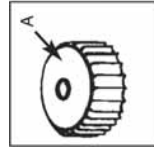

Fig. 12A
- Capacul rezervorului trebuie să fie curat (Fig. 12A).